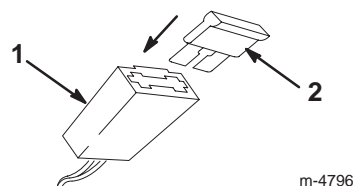

Figure 7
- Placez le fusible dans le porte-fusible comme indiqué à la Figure 7.